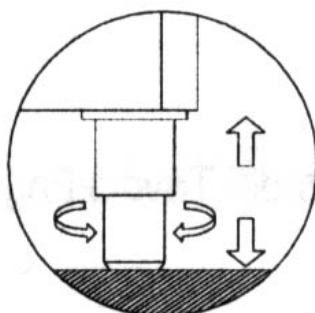

Fig. 1
- Colocar la máquina utilizando un nivel con eventual regulación de las patitas de la base metálica (en los modelos dotados de patitas regulables) (Fig. 1).